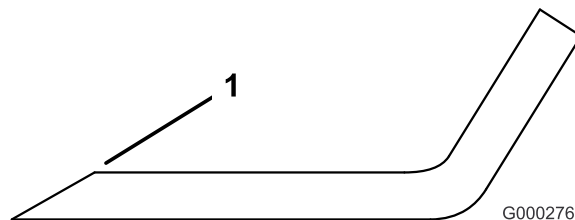

Figura 85
3. Examine as partes cortantes de todas as lâminas. Afie as extremidades de corte se estas apresentarem sinais de desgaste ou ranhuras. Afie apenas a zona superior da parte cortante e mantenha o ângulo de corte original para garantir um desempenho eficaz da lâmina (Figura 85). A lâmina mantém o equilíbrio se for retirada a mesma quantidade de metal de ambas as partes cortantes.